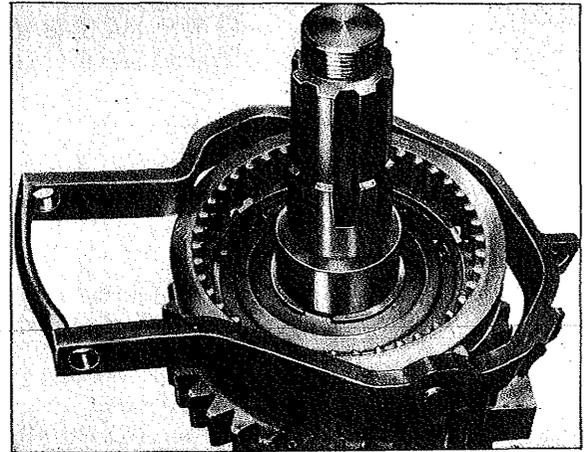

Fig. 28
- Introduire les deux coulisseaux (607 et 608) dans la fourchette d'enclenchement (608 et/ou 607). Placer le manchon baladeur (427) dans la fourchette. Le côté étroit et lisse du manchon doit se trouver à côté des bossages pour les trous des coulisseaux (voir fig. 28).
Poser le manchon baladeur (427) sur le synchroniseur en faisant bien attention à ce que les axes à rotule viennent s'engager entre les dents fraisées les plus profondes (fig. 28). La partie lisse du manchon doit être orientée vers le haut.